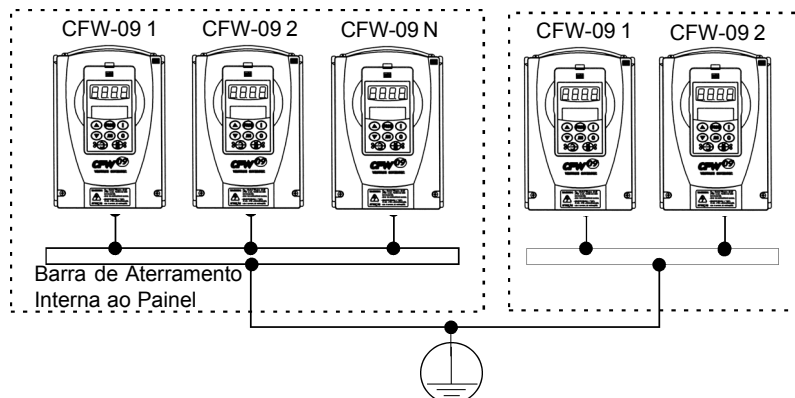

Figura 3.7 - Conexões de aterramento para mais de um inversor
Os inversores devem ser obrigatoriamente aterrados a um terra de proteção (PE). A conexão de aterramento deve seguir as normas locais. Utilize no mínimo a fiação com a bitola indicada na Tabela 3.5. Conecte a uma haste de aterramento específica ou ao ponto de aterramento específico ou ao ponto de aterramento geral (resistência ≤ 10 ohms). Não compartilhe a fiação de aterramento com outros equipamentos que operem com altas correntes (ex.: motores de alta potência, máquinas de solda, etc). Quando vários inversores forem utilizados observar a Figura 3.7.